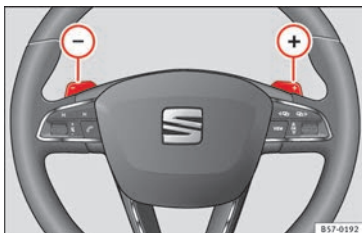

Abb. 182 Lenkrad: die Hebel für Automatikgetriebe.
- Um einen Gang hochzuschalten, tippen Sie die Schaltwippe **(+)** an » Abb. 182.